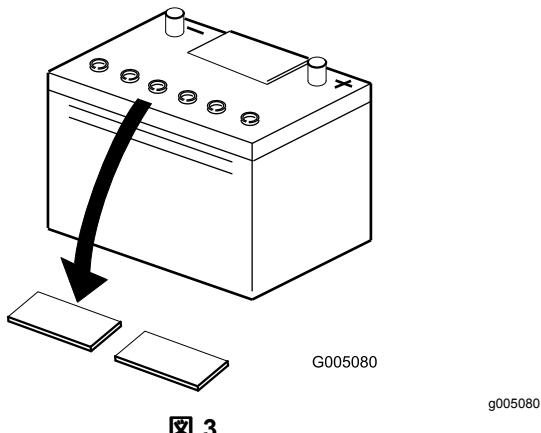

図 3
2. バッテリーの上部をきれいに拭い、キャップを取り外す **図 3**。